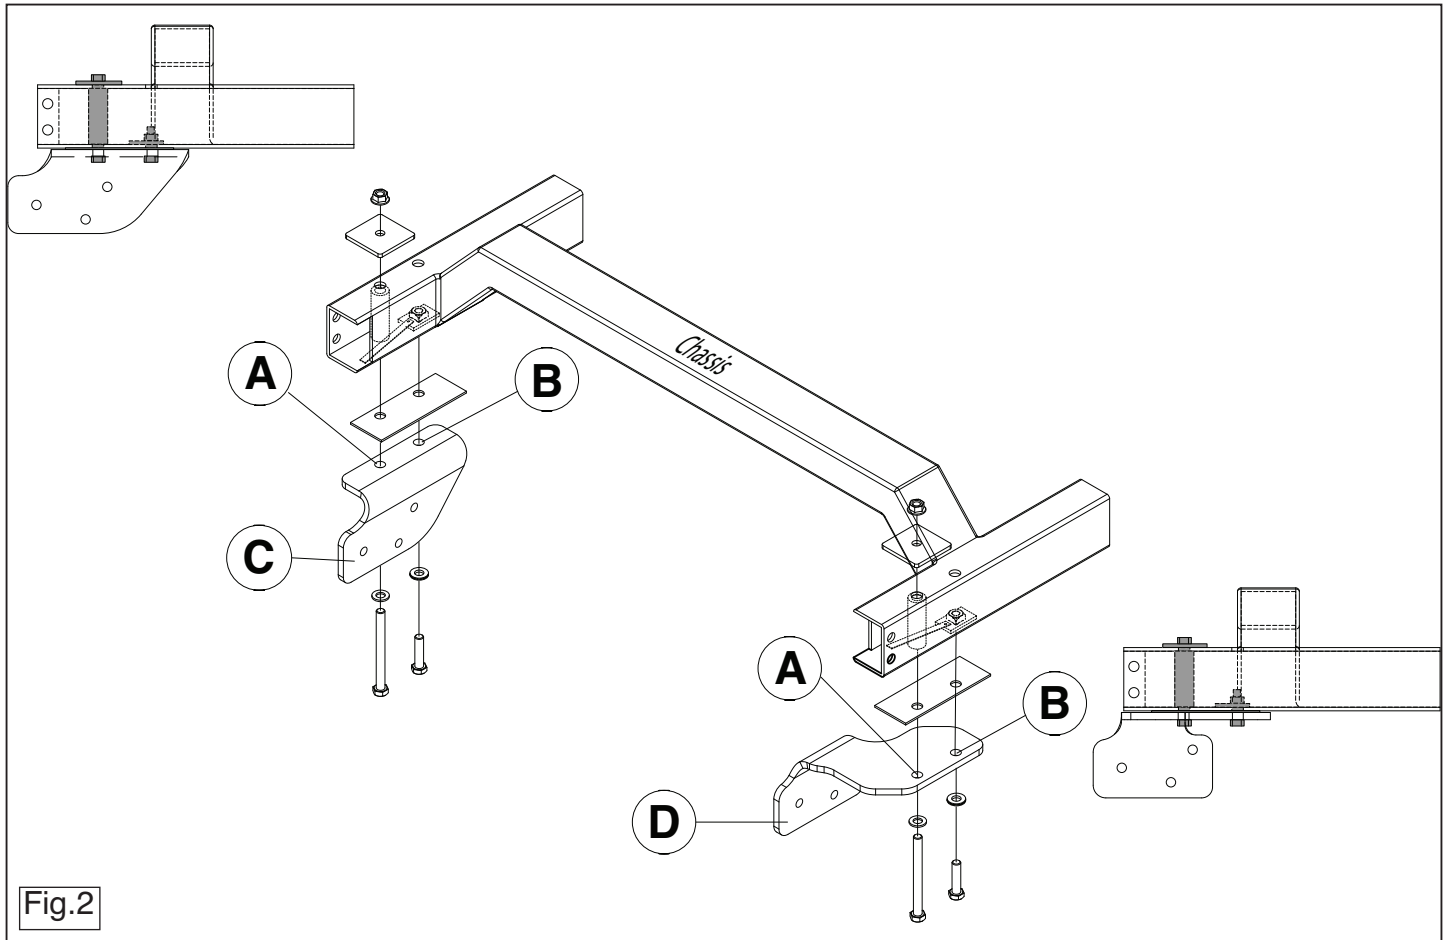

Fig.2
3. Установить боковую панель C в точках H, слегка закрепив ее. Ам. рисунок 2.
4. Установить боковую панель D в точках H, слегка закрепив ее. Вм. рисунок 2.